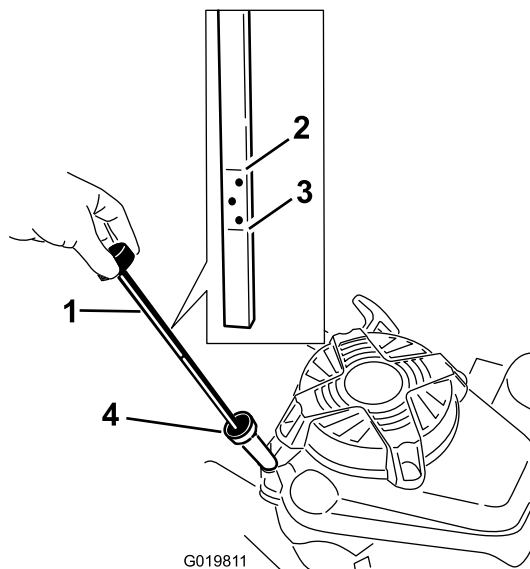

Рисунок 14
Перед каждым использованием машины убедитесь в том, что уровень масла находится между отметками Add (Добавить) и Full (Полный) на щупе (Рисунок 14).
2. Очистите область вокруг отверстия для измерительного щупа (Рисунок 14).
6. Определите уровень масла по отметкам на щупе (Рисунок 14).